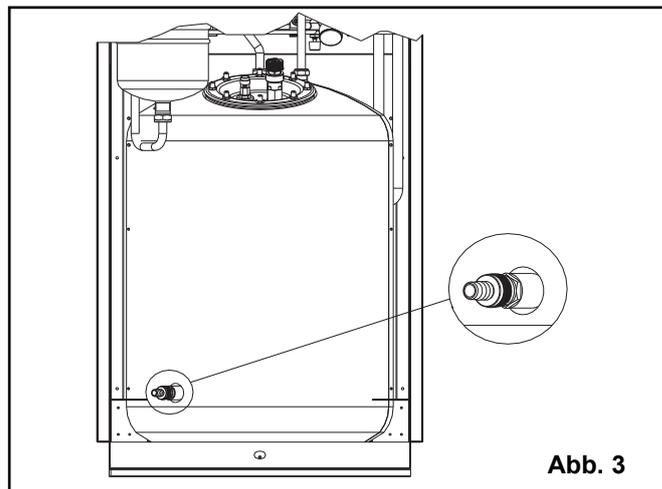

Abb. 3
- Der Speicher wird entleert (Abb. 3).